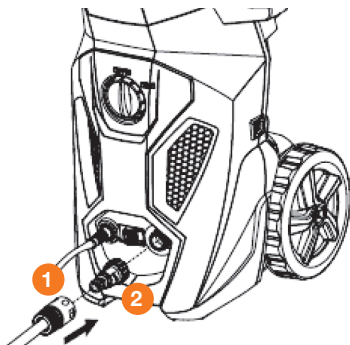
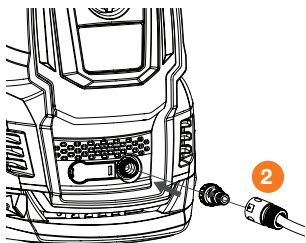
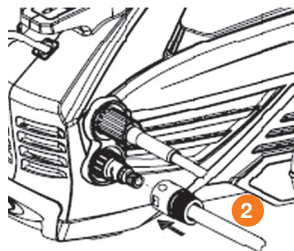

Рис. 13
Рис. 15
Рис. 16
4. Удалите транспортировочную заглушку (если она установлена) со штуцера подвода воды и накрутите на него фильтр. Закрепите шланг подачи воды ② (не входит в комплектацию) **DAW 400 / 450 / 500 / 550** (Рис. 13), **DAW 625 / 650 / 675** (Рис. 15), **DAW 700 / 725 / 750 / 775** (Рис. 16). Фильтр должен быть всегда установлен на входном штуцере для предотвращения попадания сторонних частиц, которые могут повредить насосную часть мойки.